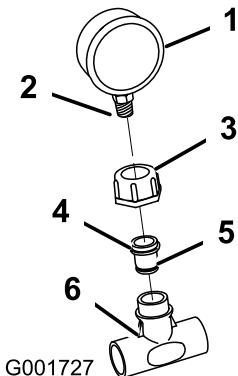

Figura 14
e il gruppo riduttore sull'indicatore di pressione. Utilizzate una chiave esagonale per avvitare il gruppo riduttore sull'indicatore di pressione (Figura 14).
14. Installate il gruppo dell'indicatore di pressione al raccordo a T di plastica (Figura 14).